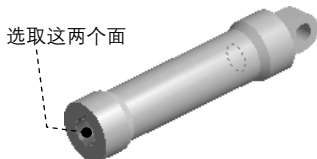

图 7.6.24 定义目标面
(2) 定义目标面。单击以激活 **Target** 后的文本框，选取图 7.6.24 所示的模型表面为目标面，单击 **Apply** 按钮确认。